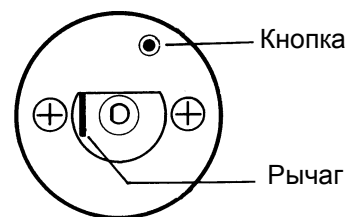

Рис. 5
8. Нажать отверткой или другим аналогичным инструментом на рычаг или кнопку (в зависимости от типа переключателя) (рис. 5) и держать нажатой, пока не сработает ограничитель температуры.